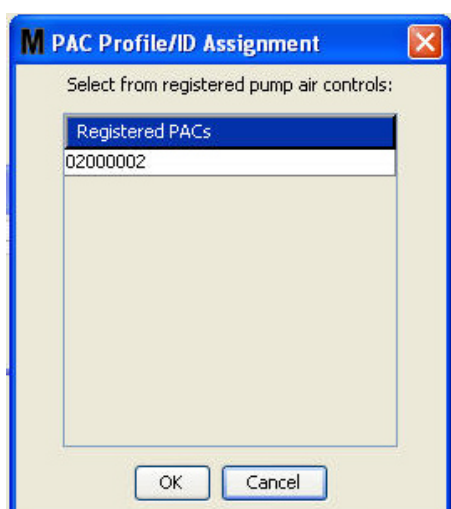

FIG. 114
4. Klik op de knop Koppelen nadat u de PAC een naam hebt gegeven. Het scherm voor toewijzing van een profiel/ID zoals in FIG. 114 wordt weergegeven. Selecteer een PAC uit de lijst geregistreerde pompluchtcontroles. Klik op OK om het scherm te sluiten en de wijzigingen op te slaan. Raadpleeg de pompluchtcontrolehandleiding voor een complete beschrijving van de registratieprocedure. Er worden ook instructies gegeven in Bijlage A Registratie van een pompluchtcontrole, op pagina 163 van deze handleiding.